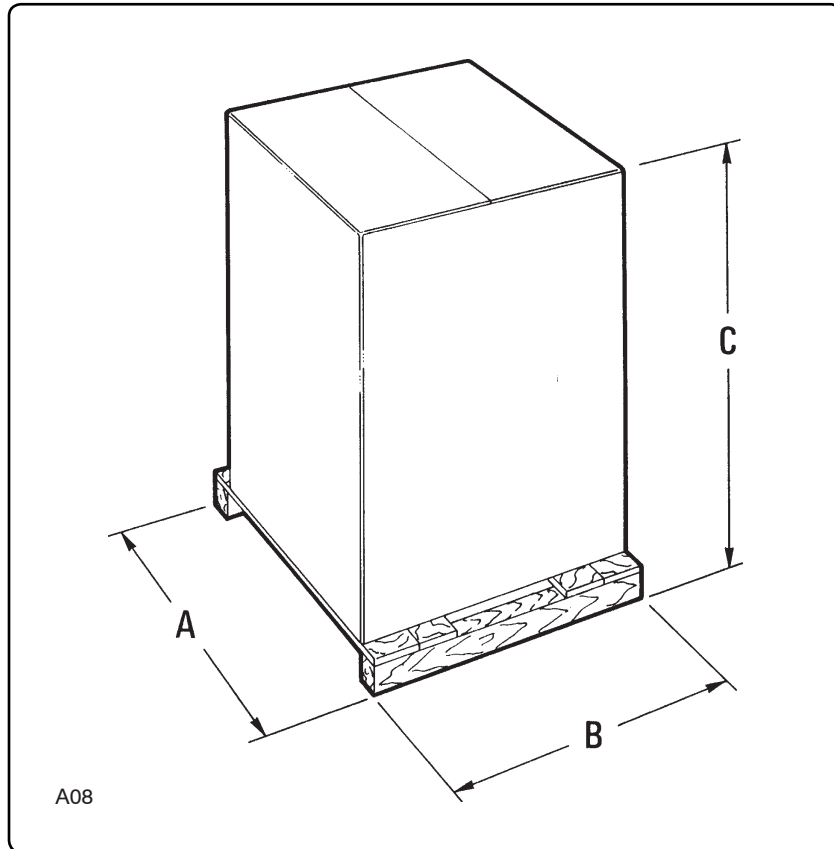

Fig. 3.3.1
In altri casi viene fissato ad un bancale e ricoperto da un cartone. Vedi fig. 3.3.1.
In other cases, it is fixed to a pallet and covered with cardboard. See fig. 3.3.1.
En otros casos se fija a un pallet recubierto de cartón. Ver fig. 3.3.1.
In andere gevallen wordt de machine op een pallet bevestigd en in een kartonnen doos verpakt volgens afbeelding 3.3.1.
3.3 - Pesie dimensioni delle macchine imballate (fig. 3.3.1)
3.3 - Weights and dimensions of the packed machines (fig. 3.3.1)
3.3 - Pesos y dimensiones de las máquinas empaquetadas (fig. 3.3.1)
3.3 - Gewichten en afmetingen van de verpakte machines (Afb. 3.3.1)